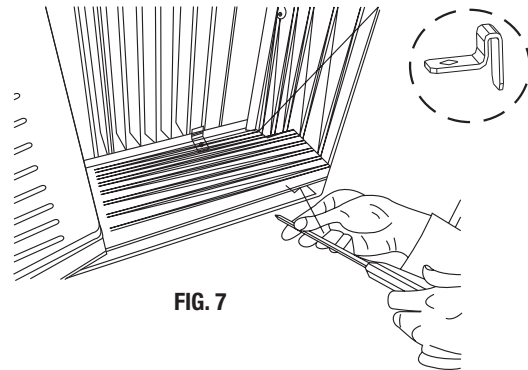

FIG. 7
A. Placer la patte de blocage du cadre entre les panneaux en accordéon du cadre et le seuil de la fenêtre comme indiqué sur la Fig. 7. Installer des vis de blocage de 19 mm (3/4 po) ou 12,7 mm (1/2 po) dans la patte de blocage du cadre et le seuil.